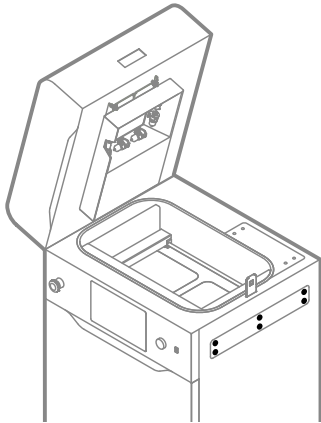

Abb. 12.69 Entferne sechs Schrauben von der Zugangplatte.
6. Entferne mit einem 2,5 mm Inbusschlüssel die sechs Schrauben, mit denen die Zugangplatte auf der rechten Seite des Druckers befestigt ist (Abb. 12.69).